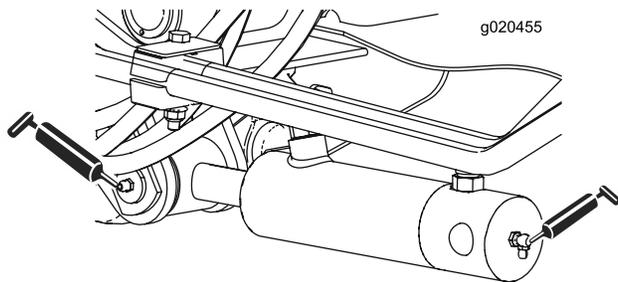

Рисунок 45
- Втулки цилиндров подъемных рычагов (2 шт. с каждой стороны) (Рисунок 45)